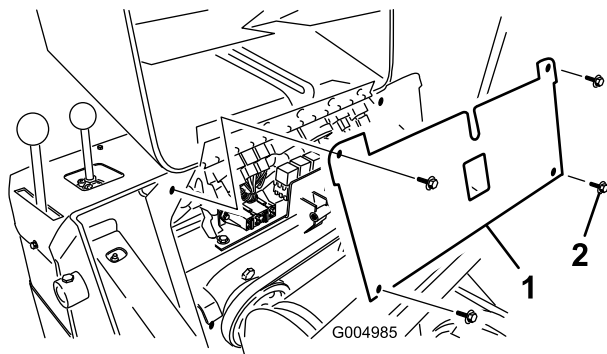

Figura 43
4. Retire los 4 tornillos que sujetan el panel de fusibles, luego tire del panel hacia fuera y hacia arriba para retirarlo (Figura 43).